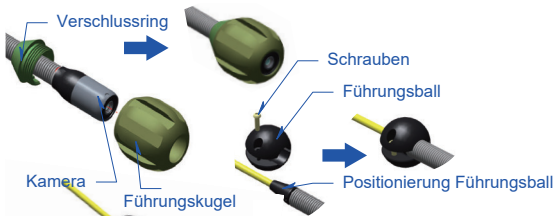

Abb. 11. 78mm Führungskugel
- 1) Montage 78mm Führungskugel und 60mm Führungsball (Abb. 11)